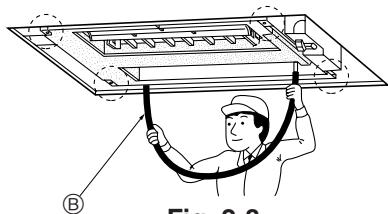

Fig. 2-8
4. Bir tesviye ruhuyla ya da içinde su olan bir şeffaf plastik boruyla dört köşenin de terazide olduğunu kontrol edin. (Fig. 2-8)